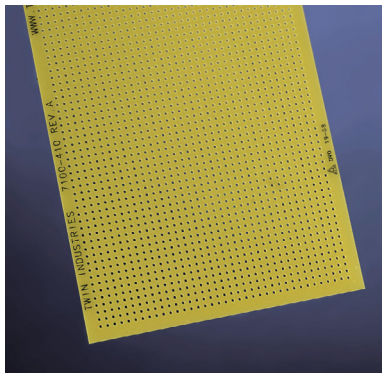

图 3-70
(1) 点到点的接线。使用孔之间没有连接的那种模型电路板。这种板有两种，一种是根本没有任何铜迹的（如图 3-70 所示），另一